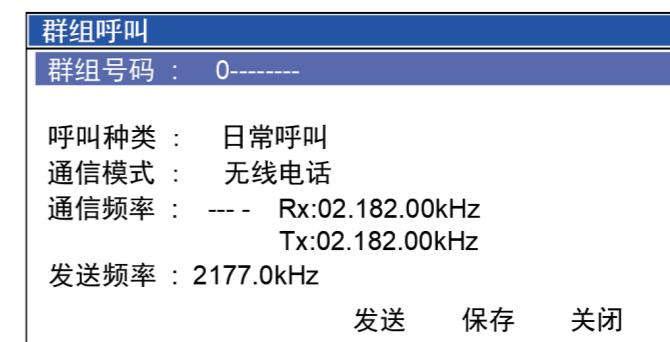

图5.3.1
- b: 使用频道旋钮选择<群组呼叫>项, 按 [确认] 键打开编辑界面, 如图5.3.1所示。